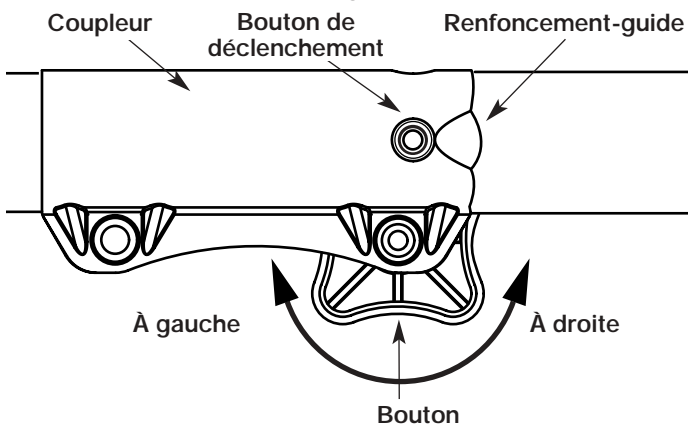

Fig. 7
1. Dévissez le bouton vers la gauche (fig. 7).
2. Appuyez sur le bouton de déclenchement et maintenez-le enfoncé (fig. 7).
REMARQUE : alignez le bouton de déclenchement avec le renforcement-guide pour faciliter l'installation (fig. 7).